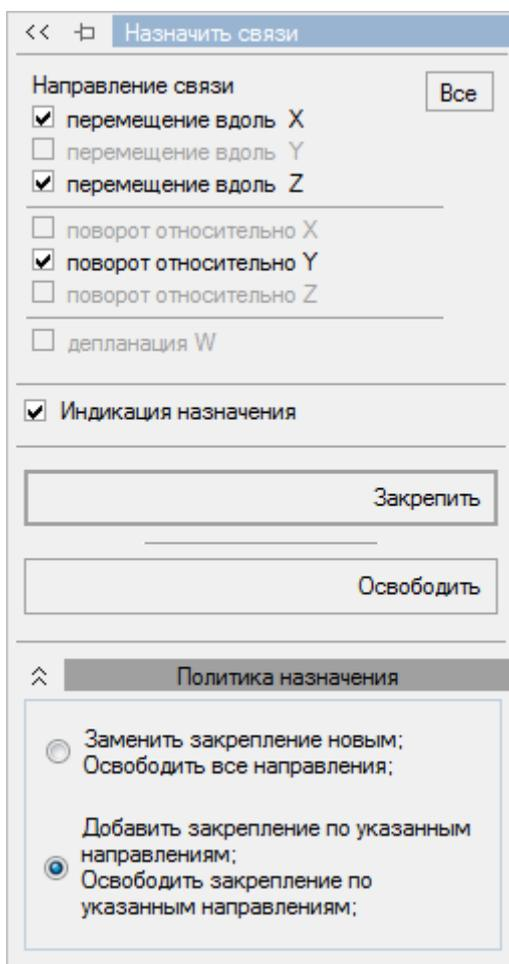

Рис. 148. Панель активного режима Назначить связи
- В этом диалоговом окне отметьте направления, по которым запрещено перемещение узла ( $X, Z, UY$ ) (рис. 148).